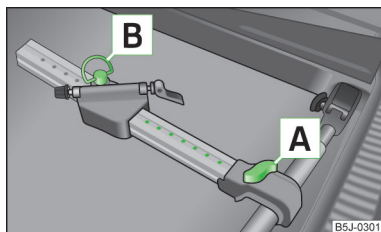

Fig. 58
- > Estrarre leggermente la vite **A** » fig. 58 e quindi spingere il longherone (elemento di alluminio) nella traversa sino a quando si innesta nel supporto.
- > Allentare la vite **A** e quindi fare scorrere verso sinistra il portabiciclette con la bicicletta fissata, in maniera tale che tra sterzo della bicicletta e il finestrino laterale del bagagliaio non sia possibile alcuna collisione » fig. 58 a pagina 66.